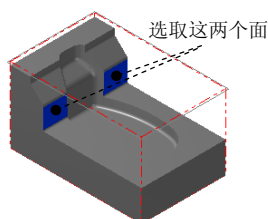

图 3.18 选取干涉面
(2) 单击 **干涉面** 区域中的  按钮，选取图 3.18 所示的面为干涉面，然后按 Enter 键。
(3) 单击“刀具路径的曲面选取”对话框中的  按钮，系统弹出“曲面精加工平行铣削”对话框。